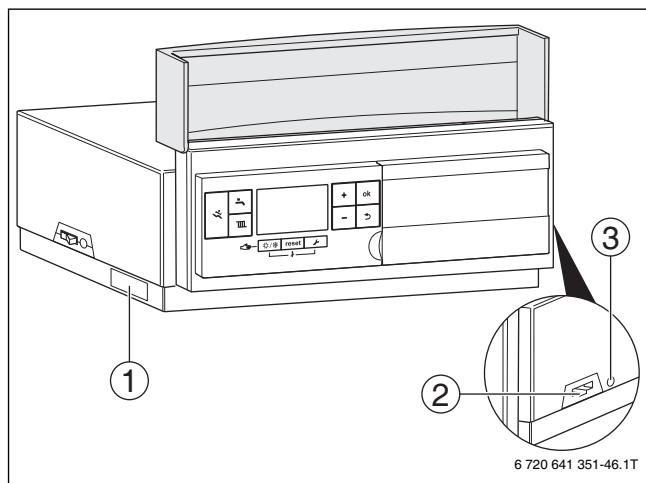

Bild 60 Anschlussmöglichkeit Logamatic MC100 mit Basiscontroller BC100 und IP-Modul
Beim ersten Starten der App müssen der voreingestellte Login-Name und das Passwort eingegeben werden. Die Login-Daten sind auf dem Typschild des IP-Moduls aufgedruckt, das sich an der Seite des Regelgeräts befindet (→ Bild 60, [1]).
- Taste **Reset** (→ Bild 60, [3]) mit einem geeigneten Gegenstand (z. B. Kugelschreiber) kurz drücken.
- Taste **Reset** (→ Bild 60, [3]) mit einem geeigneten Gegenstand (z. B. Kugelschreiber) für mindestens 5 s gedrückt halten.